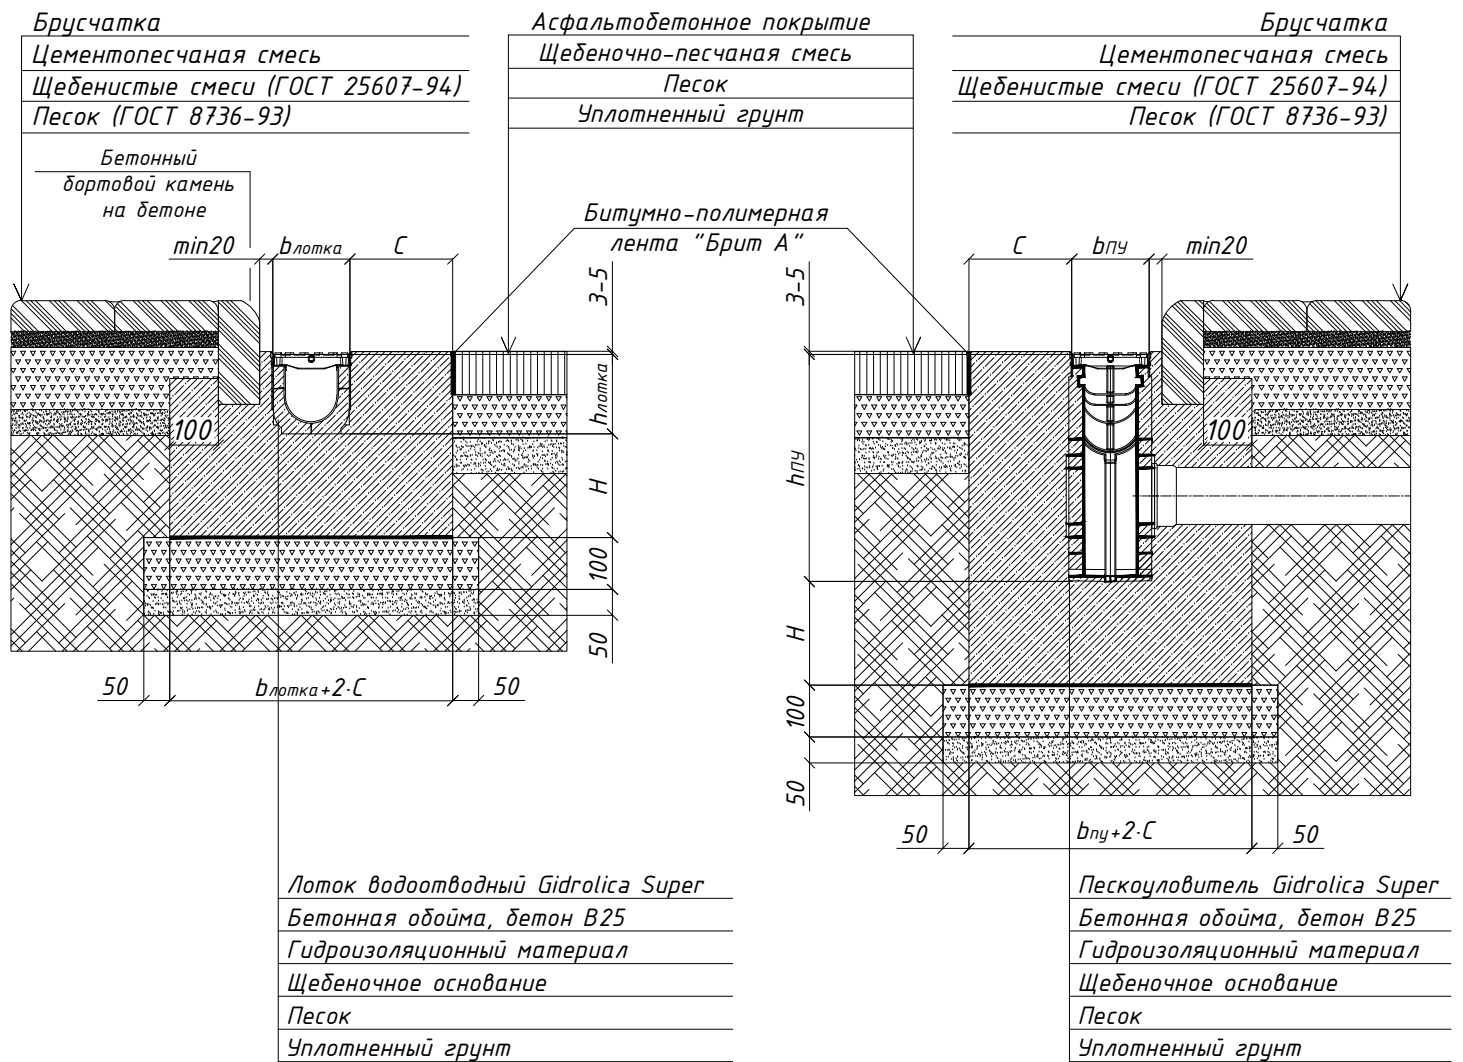

Рис. 1 Схема установки лотка/пескоуловителя у бордюрного камня
3. На подготовленное основание укладывается гидроизоляционный материал (пергамин, полиэтиленовая пленка), после чего устраивается бетонная подготовка из цементобетона В25 F200 W6 (ГОСТ 26633-91). Толщина основания зависит от воспринимаемой нагрузки на лоток при эксплуатации (табл.1). Укладка бетона производится до уровня, на 5-10 мм ниже проектной отметки подошвы лотка. (рис.1)